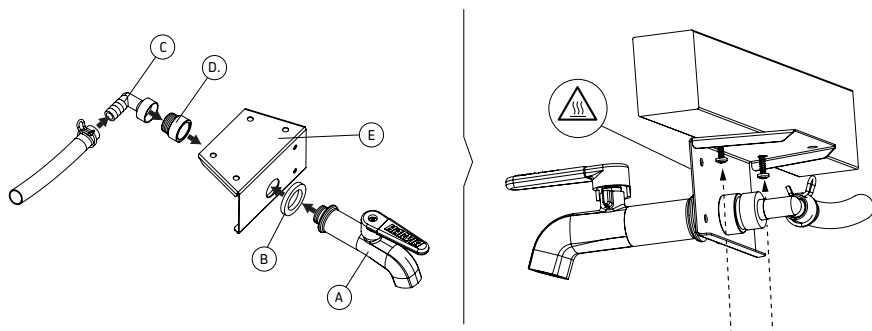

Bild 5.
B. Med hjälp av kranfästet nedanför trädelen (Bild 5.)
1. montera kranen (A), tätningen (B), kopplingsstycket (C), kranförlängning (D) och kranfästet (E) ihop med varandra, tätningen på kransidan